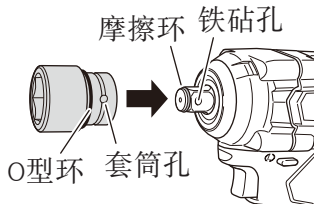

图10
(1) 将O型环滑出凹槽，将套筒孔与铁砧孔对齐，将铁砧插入套筒。（图10）